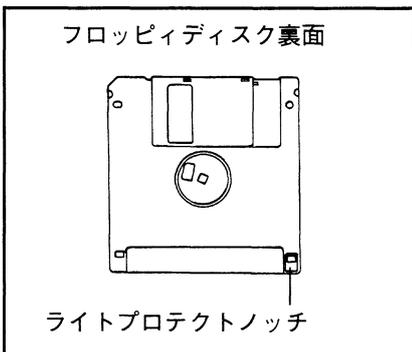

図4-5 フロッピーディスク
- ③コントローラの電源を入れます。
- ④フロッピーディスクを用意します。
- ⑤セーブ・フォーマット・デリート時は、フロッピーディスクのライトプロテクトノッチを書き込み可側にセットしてください。(書き込み可能にする：図4-5参照)
- ⑥フロッピーディスクをフロッピーローダへ挿入します。